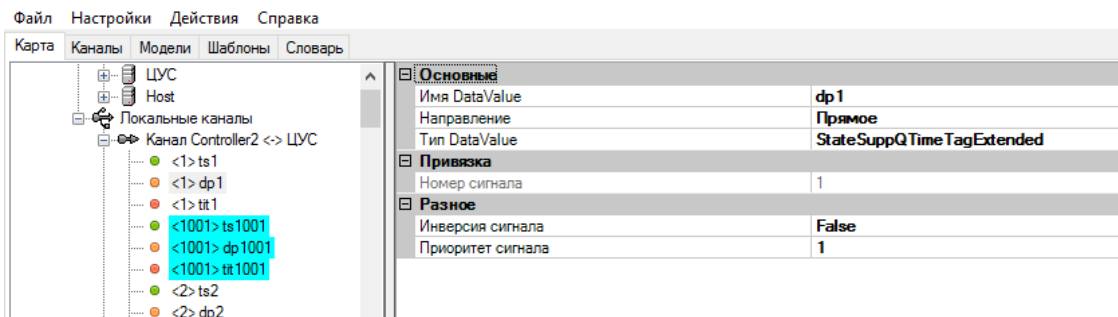

Рисунок 266. Настройки DP в протоколе ICCP
- StateSuppQTimeTagExtended - для сигналов типа DP (см. Рисунок 266).